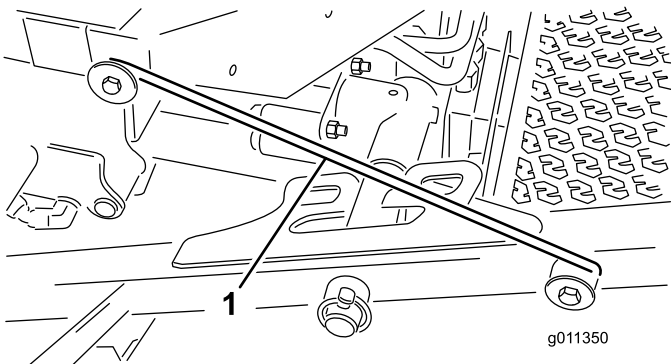

Bild 36
4. Lösen Sie die Riegelstange aus der Halterung am vorderen Trägerrahmen (Bild 36).
5. Heben Sie die Außenseite der Frontmäherwerke an und positionieren den Riegel über den an der Vorderseite der Fahrerplattform befestigten Rahmenstift (Bild 36).